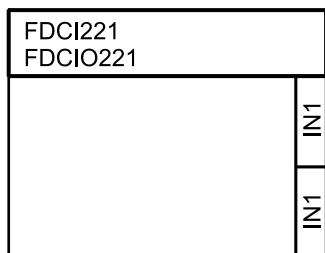
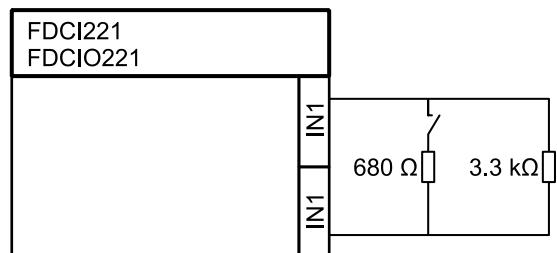

Fig. 7
Fig. 8
- Input monitored for open line: Fig. 7
- Input monitored for open line and short circuit: Fig. 8
3. Connect the resistors to the end of the input line (Fig. 7 and Fig. 8).
- Eingang überwacht auf Unterbruch: Fig. 7
- Eingang überwacht auf Unterbruch und Kurzschluss: Fig. 8
3. Schließen Sie am Ende der Eingangsleitung die Widerstände an (Fig. 7 und Fig. 8).